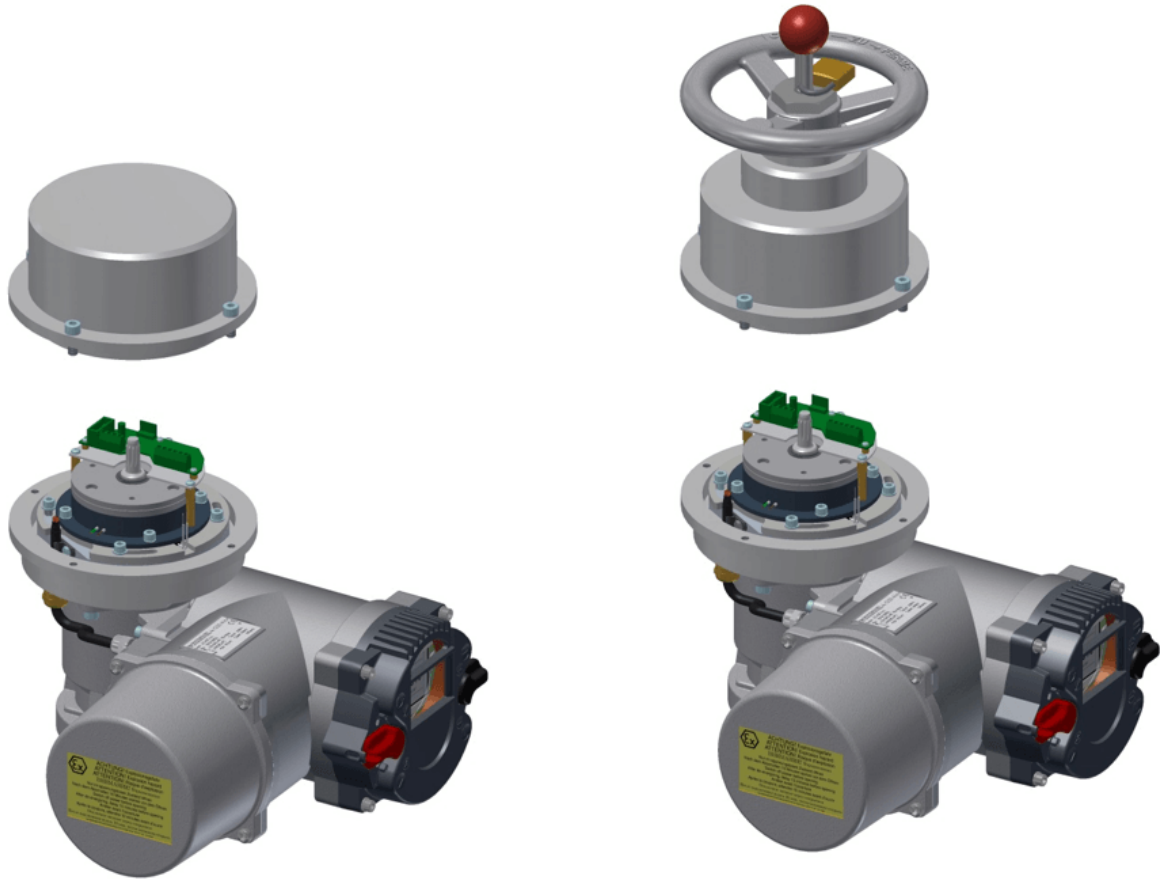

Bild 7: Öffnen des Deckels
1. Öffnen des Deckels wie in Bild 7, Seite 17